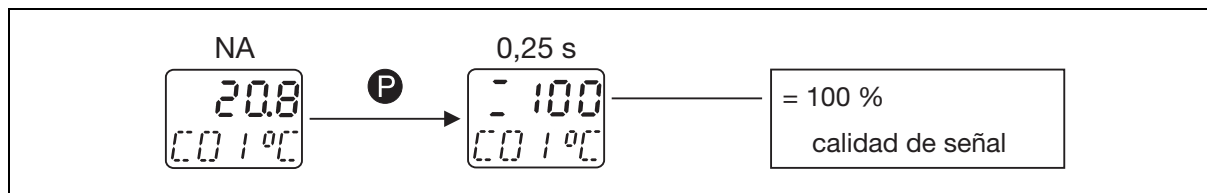

Fig. 7-3 Indicación de la calidad de señal
Mediante la tecla **P** se muestra en la indicación normal (NA) el valor porcentual de la calidad de señal del canal actual (ver Fig. 7-3, 100 %).